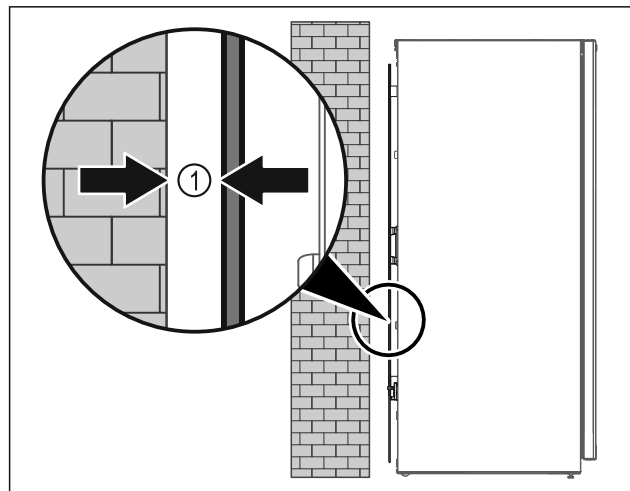

Fig. 52
- Posizionare l'apparecchiatura in un punto a piacere del locale (libera installazione) oppure addossato a una parete a una distanza minima di 5 mm Fig. 52 (1).